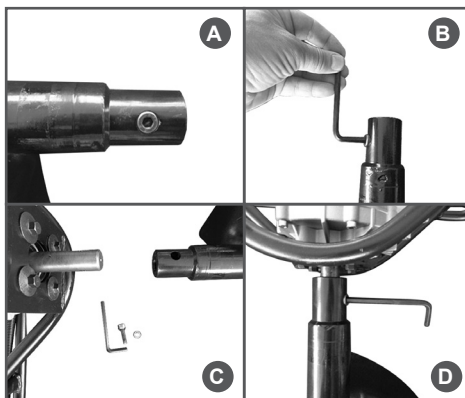
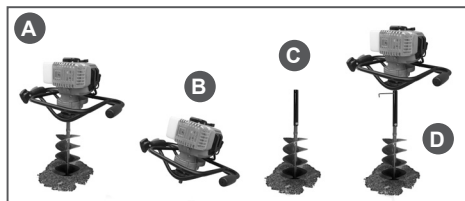

Рис. 3 Установка шнека
Рис. 4 Установка удлинителя
3. Снимите крепеж со шнека (Рис. 3А, 3В).
5. Совместите крепежное отверстие вала отбора мощности с крепежным отверстием шнека (Рис. 3С).
1. Пробурите скважину в земле глубиной 30-50 см (Рис. 4А). Остановите двигатель.
2. Снимите крепеж шнека (Рис. 3). Отсоедините двигатель от шнека и уберите его в сторону. Двигатель должен опираться на грунт рамой с рукоятками и валом отбора мощности (Рис. 4В).
4. Вставьте удлинитель в вал шнека, совместите отверстия, затем установите крепеж. Надежно затяните (Рис. 4С).